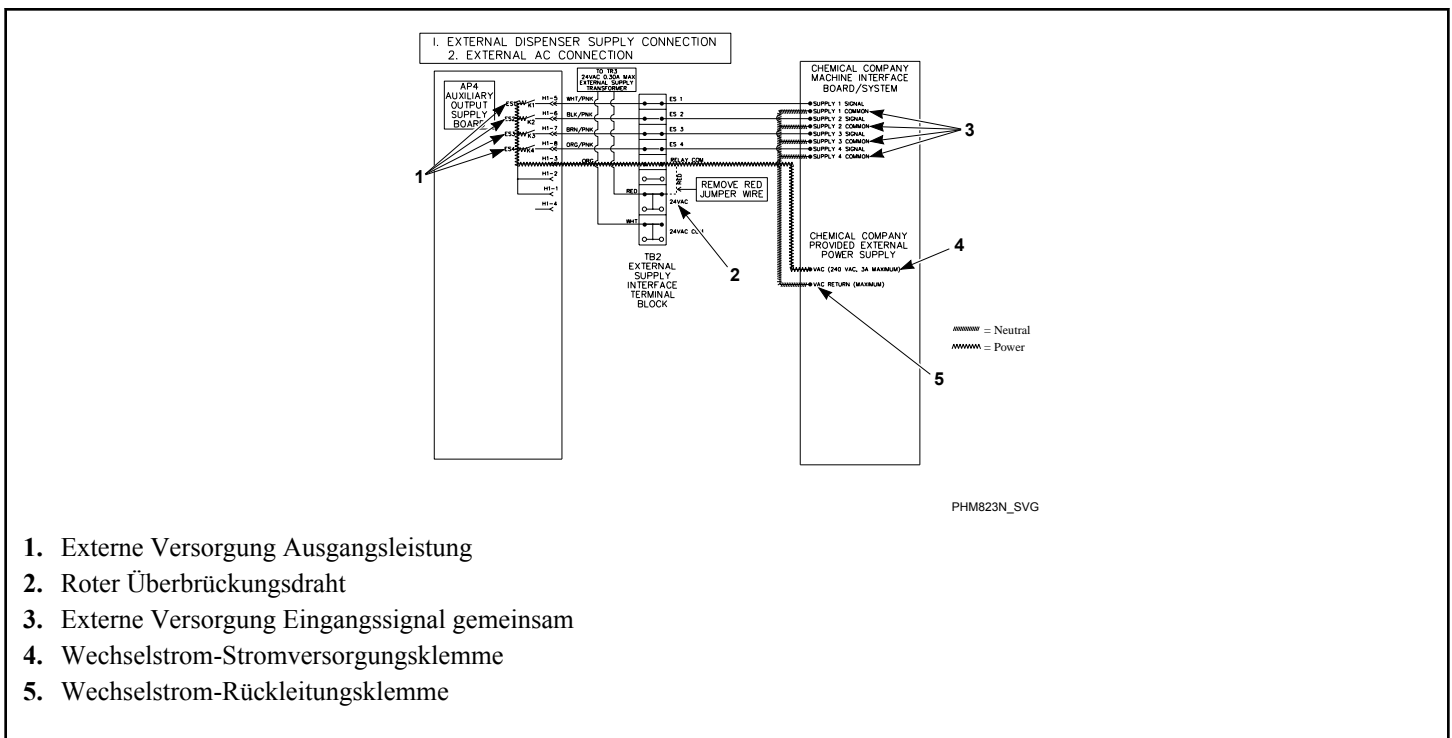

Abbildung 28
- Eine Seite der externen Stromversorgung an „RELAY COM“ und die andere Seite an die Eingangssignalmasse des externen Chemikalienabgabesystems anschließen. Siehe *Abbildung 28*.